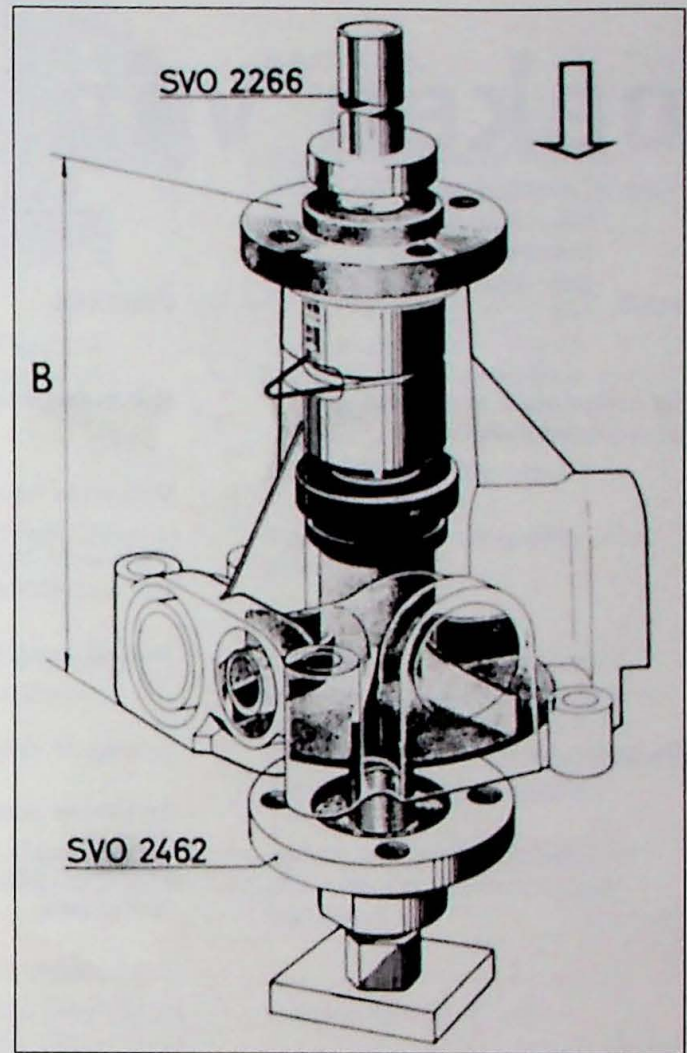

Fig. 4.8. Montage van de naaf voor de poelie.
4. Draai de pomp om. Breng een weerstand aan onder het uiteinde van de as in het midden van het schoepenwiel en pers de naaf erop met SVO 2266. Gebruik als weerstand bijvoorbeeld trekker SVO 2462 met de centrale bout ingedraaid, zodat deze de as ondersteunt. Pers voorzichtig zover dat de maat zoals aangegeven op Fig. 4.8, 105 mm ( $\pm 0,2$  mm) bereikt wordt.